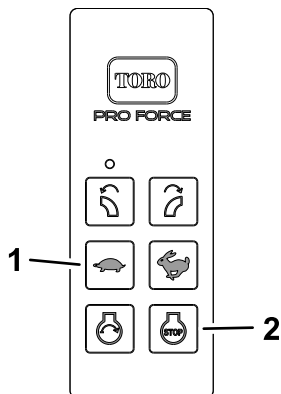

Figura 20
- Apăsai pe butonul de REDUCERE TURAIE MOTOR (Figura 20) de pe telecomanda portabilă pentru a reduce turaia motorului (circa $\frac{3}{4}$ din turaie).
- Apăsai pe butonul OPRIRE MOTOR (Figura 20).